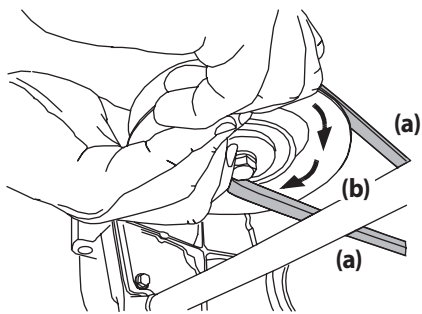

Figura 4-14
- d. Mientras sostiene la correa de la PTO (a) hacia abajo, siga girando la polea de la PTO (b) hasta que la correa de la PTO (a) se deslice fuera de la polea (b). Consulte la Figura 4-14.
- Tire del lado derecho de la correa de la PTO hacia atrás y coloque el lado V angosto de la correa de la PTO en la polea de la PTO. Consulte la Figura 4-14.
- Mientras sostiene la correa y la polea de la PTO juntas, gire la polea de la PTO hacia la izquierda (Vea la Figura 4-14). Siga sosteniendo y rotando la polea de la PTO y la correa de la PTO hasta que la correa de la PTO se enrolle totalmente en la polea de la PTO.